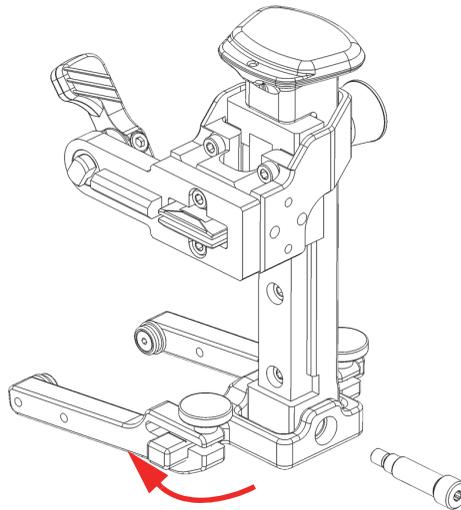

Figura 2-23 Inversione della traversa rotante della staffa
6. Ruotare di 180 gradi la traversa rotante della staffa e farla scorrere nuovamente nella rotaia dei bracci con meccanismo a molla (Figura 2-23 a pagina 59).